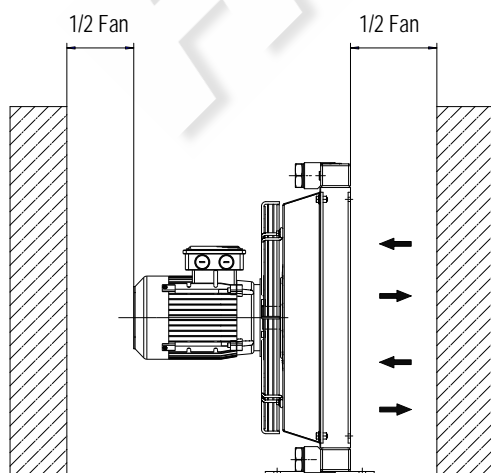

Fig.1
Lo scambiatore può essere montato in posizione orizzontale o verticale, rispettando la distanza minima dalla parete ( vedi fig. 1 ), in modo da assicurare un naturale afflusso e deflusso dell'aria di raffreddamento.
*The exchangers can be fitted in a horizontal position, respecting the minimum distance from the wall ( see fig.1) so as to ensure a natural flow of cooling air.*